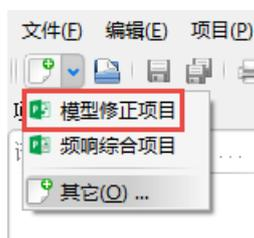

图 2.2 模型修正快捷选项
点击菜单栏“文件 (F)”下方的“新建”，或者直接点击工具栏的新建按钮，即可看到“模型修正项目”选项，如图 2.2 所示。以后便可以通过这个快捷选项来创建模型修正的工程。